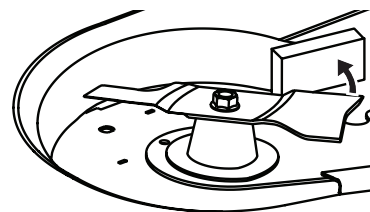

Figure 55
- Empêchez la lame de tourner dans le sens antihoraire pendant l'entretien en plaçant un bloc de bois entre la lame et le carter du plateau de coupe (Figure 55), ou enroulez un chiffon autour d'une extrémité de la lame et portez des gants épais pour saisir fermement la lame.